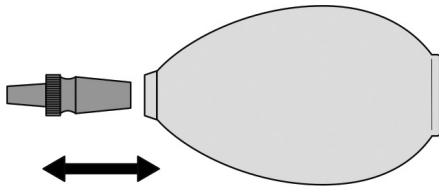

Abb. 2
- Entfernen sie den Ansatz aus dem Silikonball (Abb. 2).
- Entfernen Sie den Ansatz aus dem Silikonball (Abb. 2).